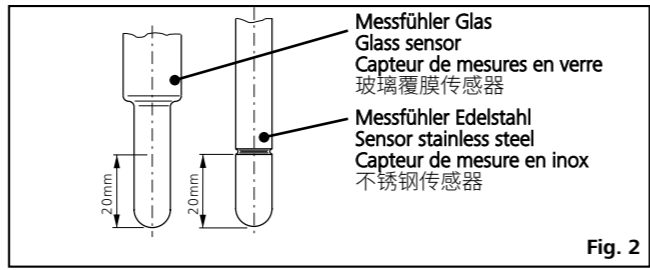

Fig. 2
- Der externe Temperaturfühler muss beim Anschluss mindestens 20 mm tief in das Medium eingeführt werden. (Fig. 2)